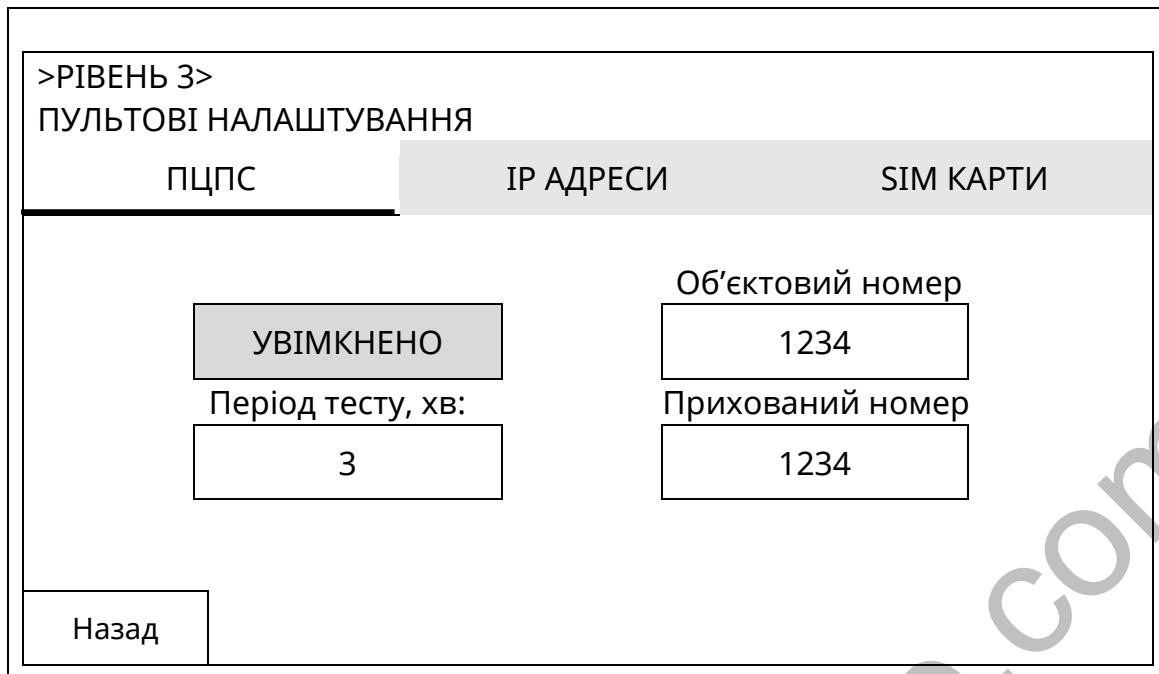

Рисунок 10.11.1 – Вікно налаштувань параметрів об'єкта
10.11.1 Якщо доторкнутися до кнопки [ПУЛЬТОВІ НАЛАШТУВАННЯ], відкривається вікно (рис. 10.11.1) в якому знаходяться: